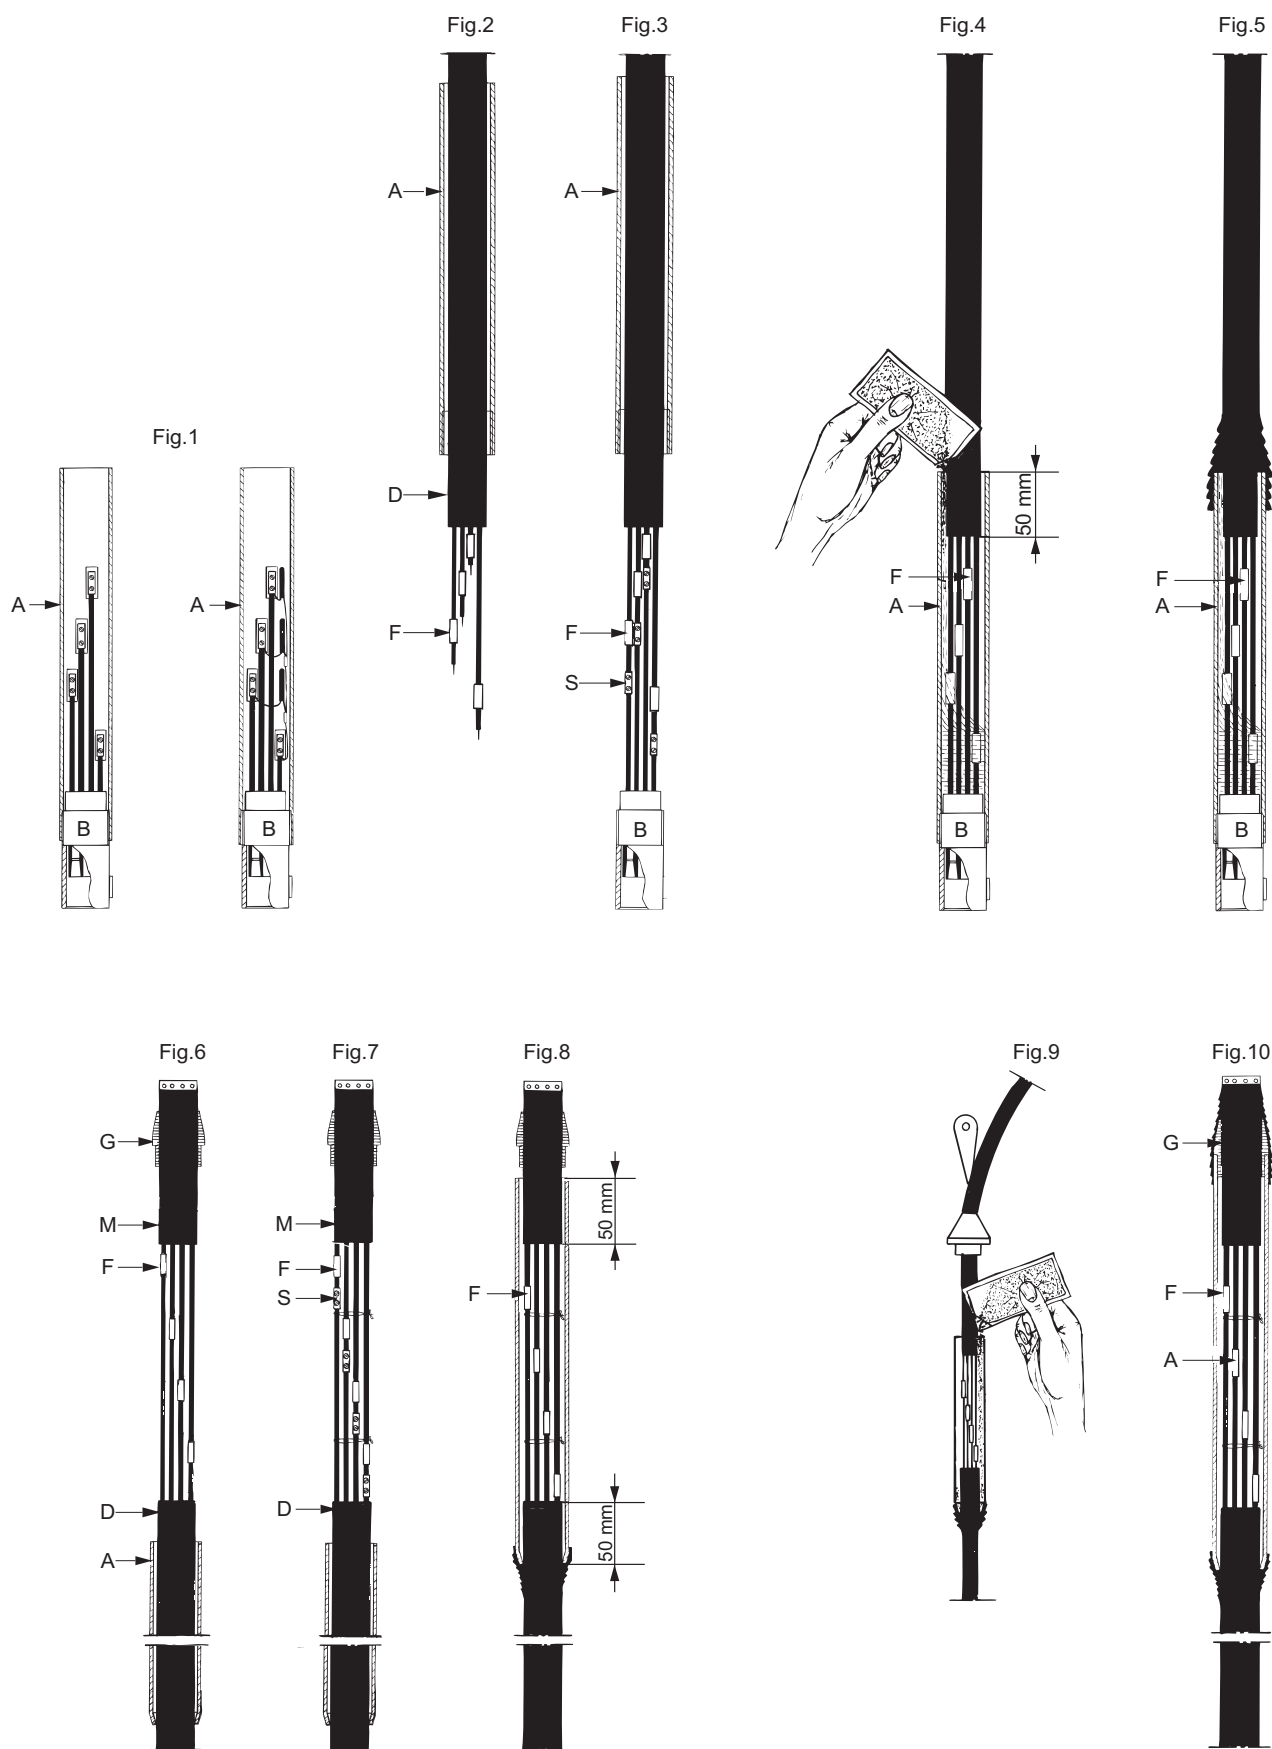

Рис. 1 Filling resin
Рисунки, упоминающиеся в нижеследующем тексте, находятся в приложении в конце настоящего документа. В случаях, когда представлены два чертежа, на чертеже справа изображено кабельное соединение с устройством защиты от перегрузки по напряжению, например на Рис. 1.
- Отверните трубку (а) от разъема (В), рис. 1.
- Обрежьте конец оболочки погружного отводного кабеля (D), рис. 2, и обрежьте концы жил в ступенчатом порядке так, чтобы они соответствовали жилам разъема двигателя (В), рис. 1.